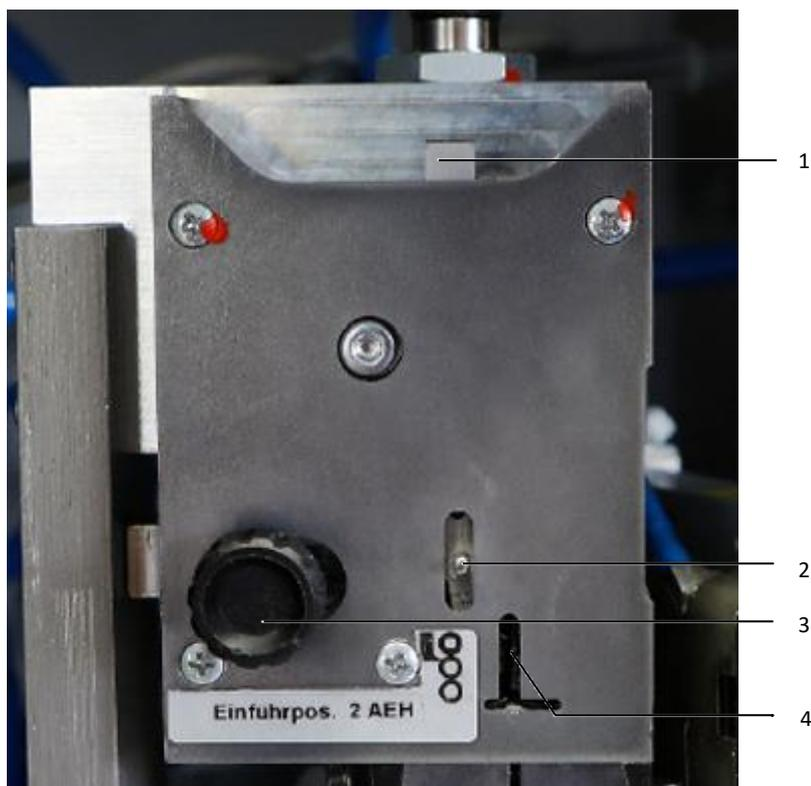

Abb. 5: Transporteinheit
- Drücken Sie den Entriegelungsknopf (Abb. 5, Pos. 3) nach rechts.
- Führen Sie den Gurt ein, bis eine Hülse unterhalb des Transporthebels (Abb. 5, Pos. 4) ist.
- Drücken Sie 1x den Transportschieber (Abb. 5, Pos. 1) und damit den Stift Transporthebel (Abb. 5, Pos. 2) nach unten, bis sich zwei Hülsen unterhalb des Transporthebels befinden.